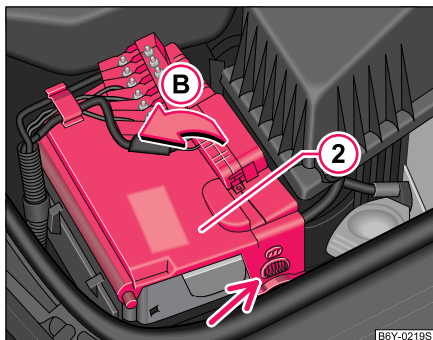

Abb. 132 Batterie:
- Ziehen Sie die Rastnasen an den Seiten der Batterieabdeckung **2** ab und klappen Sie die Batterieabdeckung in Pfeilrichtung **B** ⇒ Abb. 132.